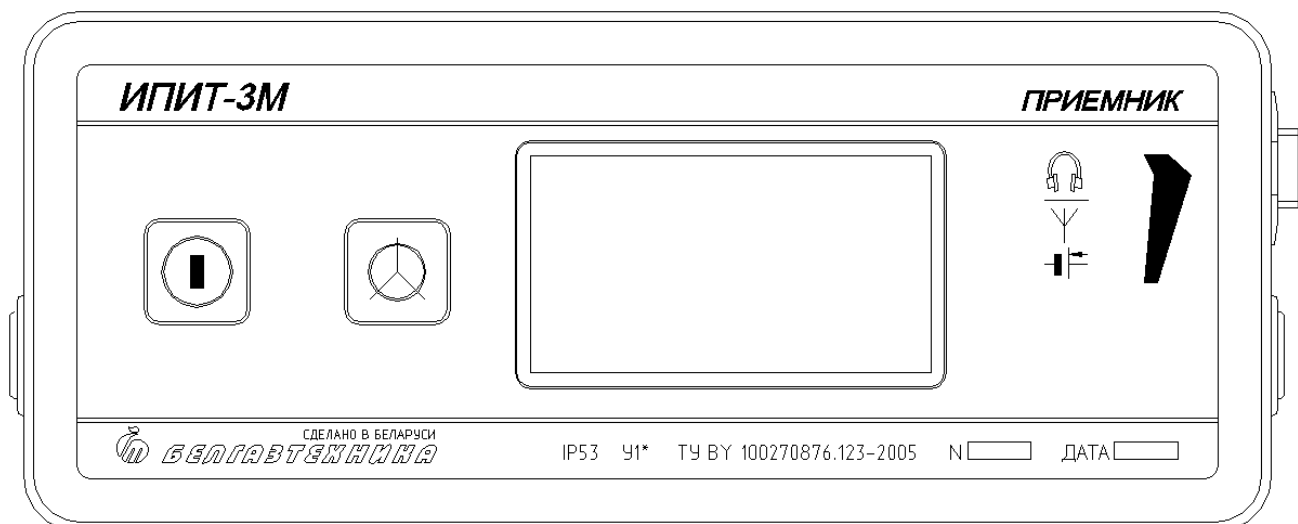

Рисунок 3.6
3.3.1 Приемник представляет собой металлический корпус со степенью защиты оболочки IP53, согласно ГОСТ 14254-96. На передней панели приемника размещены кнопка  включения приемника, кнопка установки параметра  и экран дисплея (рисунок 3.6).